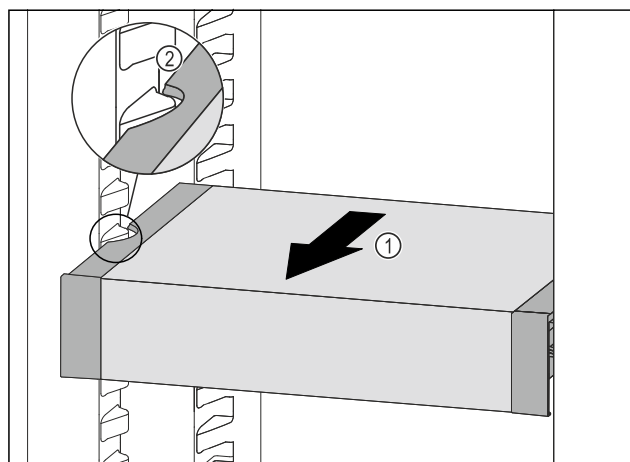

Fig. 157
- ▶ Táhněte VarioSafe dopředu Fig. 157 (1), dokud nebudou boční vybrání VarioSafe na úrovni žebrování na nádoby v chladničce. Fig. 157 (2)